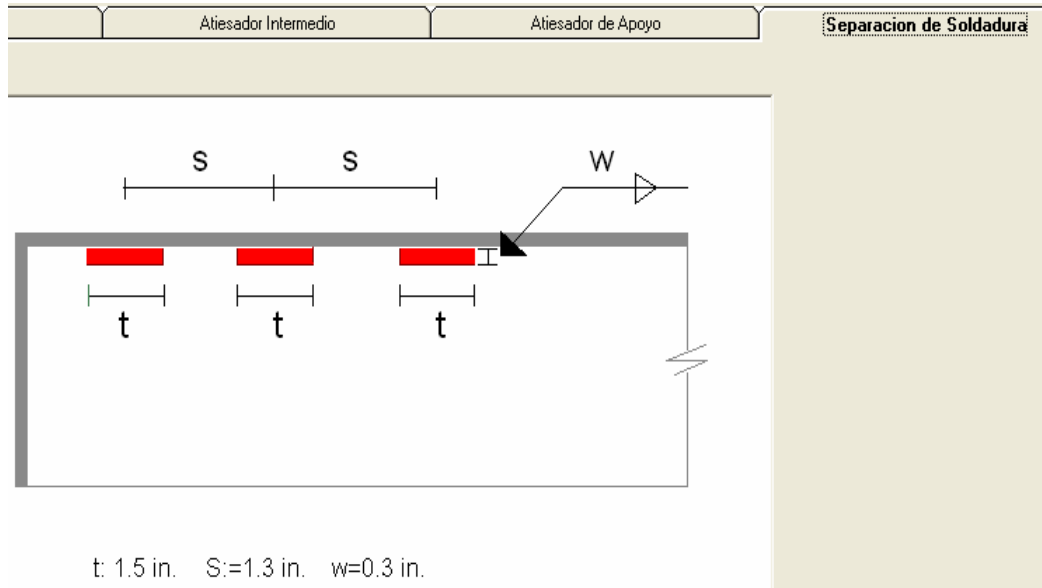

Figura 6.12 Dimensiones de Soldaduras.
5. Las soldaduras se observan en la Figura 6.12.